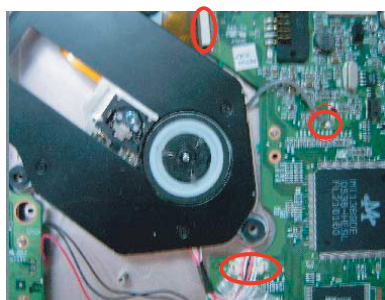

Fig.3
3. Remova o driver DVD e o painel principal como as Fig.3,4